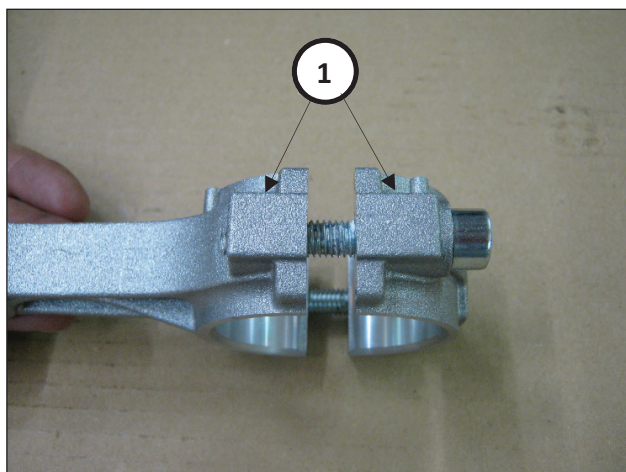

Fig. 9
- Accoupler les chapeaux de bielles aux corps respectifs (Fig. 9, rep. ①).